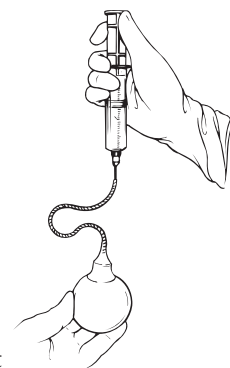

Fig. 4-10
2. Fortsätt hålla behållaren och anslut en trubbig 1,83 mm y.d. (15 G) kanyl och en 60 ml-injektionsspruta (60 cc) delvis fylld med vanlig steril saltlösning till behållaren (se fig. 4-10).